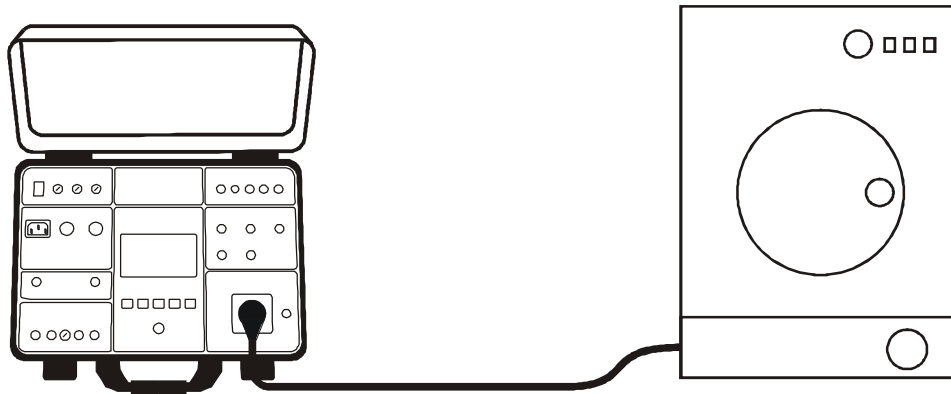

Fig. 63: Collegamento dell'UUT alla presa di prova schuko
7. Collegare l'UUT alla presa schuko come mostrato nella seguente Fig. 63